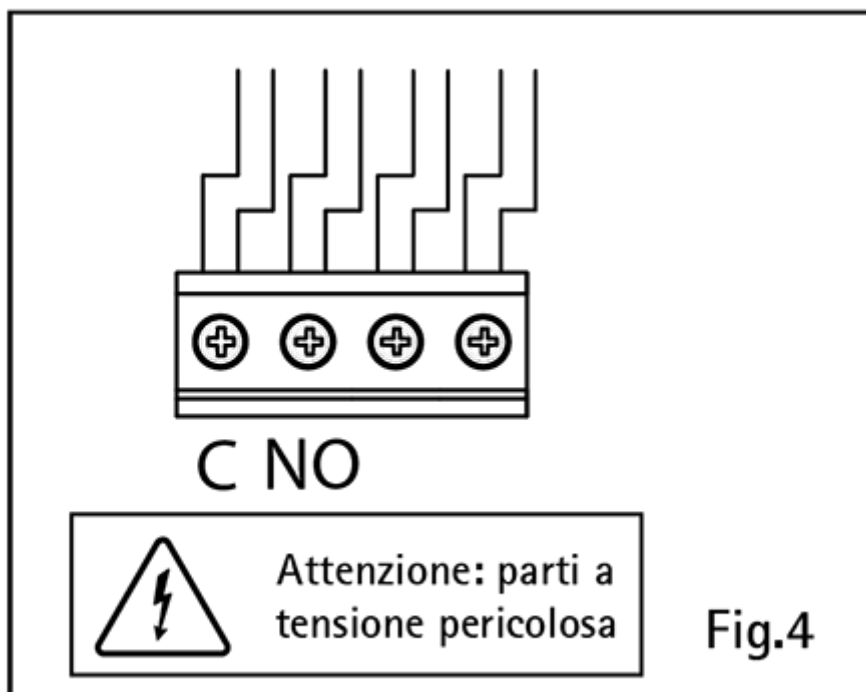

FIG.4
3. Identificare i cavi di controllo COM (Cavo Comune) e NO (*Normally Open*), aiutandosi con serigrafie, etichette e/o schemi di collegamento normalmente presenti sul vecchio termostato (fig. 4). **ATTENZIONE: se sono presenti più di due cavi, gli altri sono in eccesso. Identificarli e isolarli con nastro isolante elettrico.**